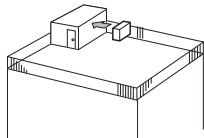

Fig. 2-2
- ① Richten Sie die Lufteinströmöffnung mit einem Abstand von etwa 35 cm auf die nächstgelegene Wand aus. (Fig. 2-2)